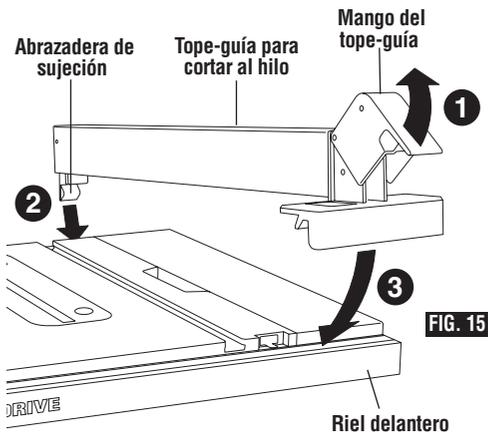

FIG. 15
1. Suba el mango del tope-guía para cortar al hilo tal como se muestra en la ilustración (Fig. 15), de manera que la abrazadera de sujeción quede lo suficientemente hacia afuera como para acoplarse sobre la mesa y en la ranura en "V" ubicada en la parte posterior del riel trasero.